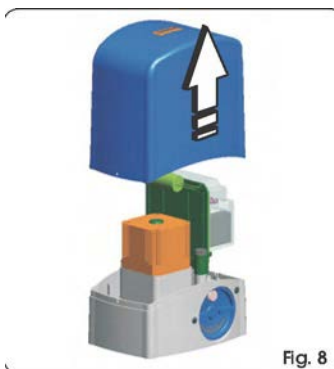

Fig. 8
1. Scoateți carter de protecție trăgându-l în sus, Fig. 8